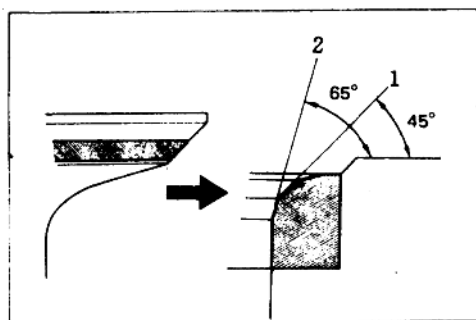
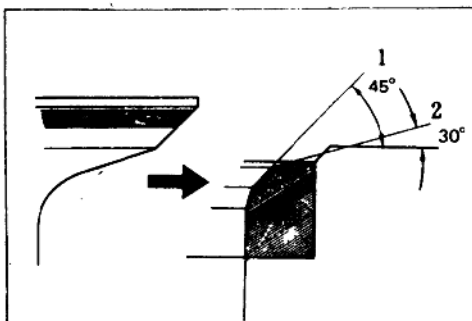

图 1-4
图 1-5
5. 检查气门与气门座的接触宽度,标准尺寸为 1.1~1.5 毫米,使用极限为 1.8 毫米,超过极限时可对气门座进行校正,若接触带位置过高时,可用 65 度铰刀校正,如图 1-4 所示,若接触带位置过低时,可用 30 度铰刀校正,如图 1-5 所示,校正后还需将气门与气门座进行配对研磨。